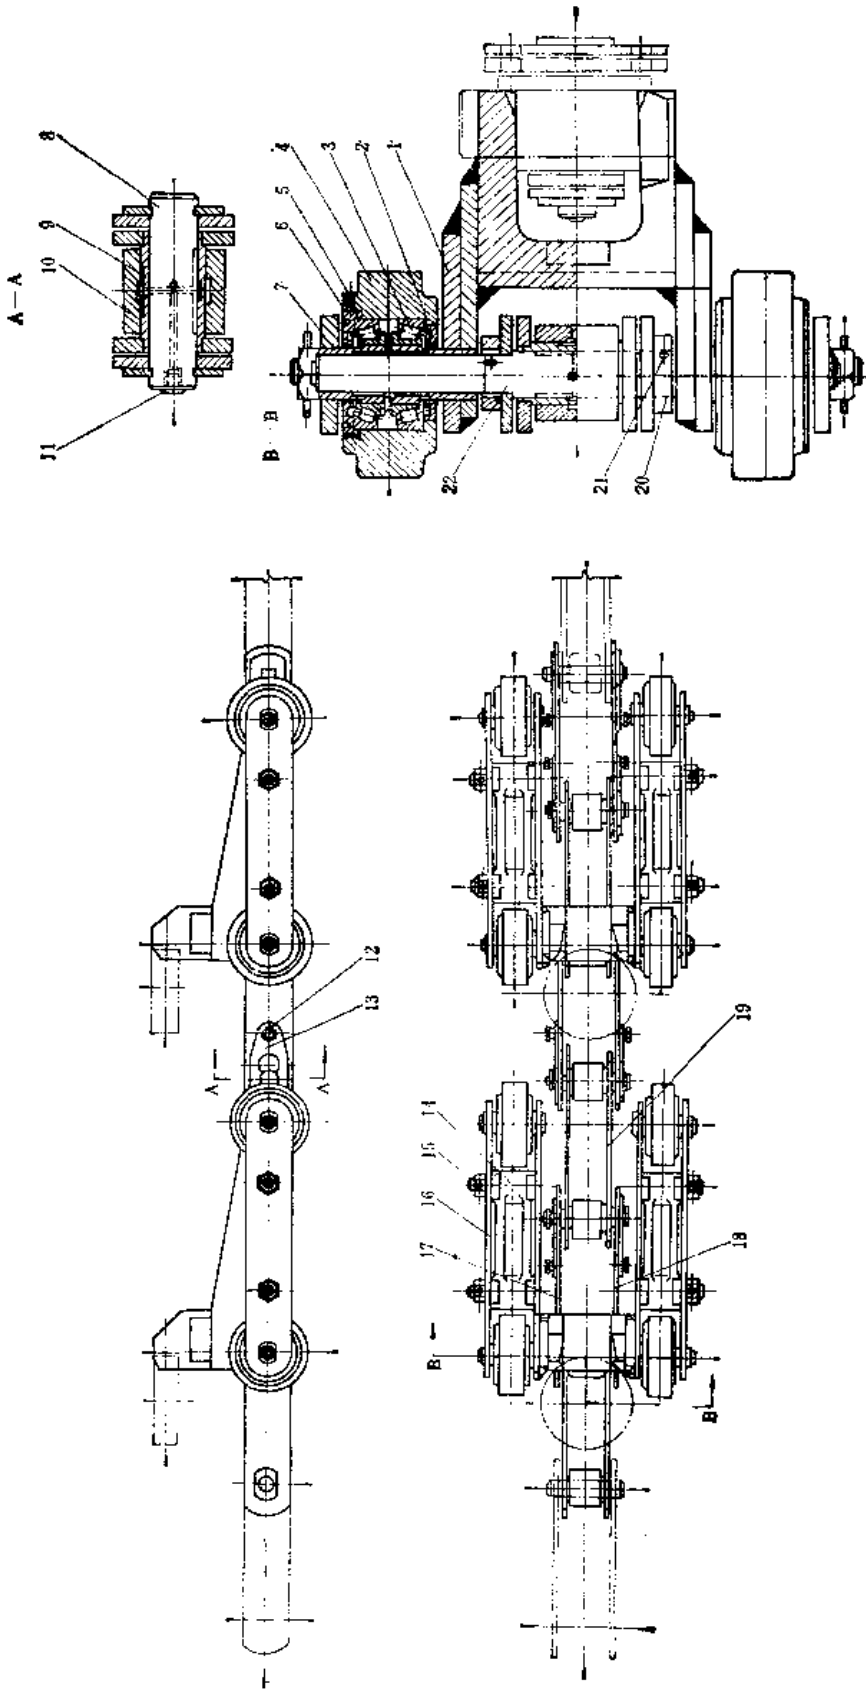

图8-1-3 滑动链条
- ① 在运转中听各部轴承有无杂音；
- ② 无级变速器的传动带摩擦板及板端摩擦块有无脱落、调节螺栓转动是否灵活，摩擦盘面及盘孔磨损是否严重；
- ③ 各部轴承密封是否良好，有无油脂渗漏；
- ④ 轴承盖有无松动或严重磨损；
- ⑤ 带轮V形槽是否磨损严重，V形带是否被拉长或损坏；
- ⑥ 传动齿轮或链轮齿部磨损是否严重；
- ⑦ 调整联轴器圆盘磨损情况。
- ###### (2) 拖动链条（图8-1-3）的检查
- ① 拖动走轮转动是否灵活、走轮、滚子及长、短套有无严重磨损；